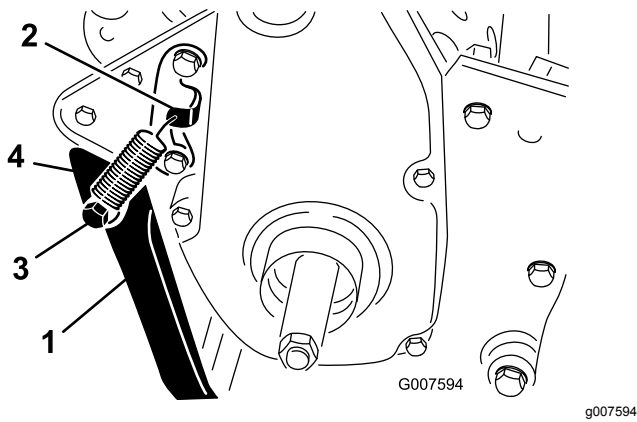

Bild 8
Befestigungslöchern am Hinterrahmen aus (Bild 8).
- Montieren Sie den Ständer an jeder Seite des Rahmens mit einer Schraube, einer Sicherungsscheibe, einem Distanzstück, einer Flachscheibe und Sicherungsmutter (Bild 8).